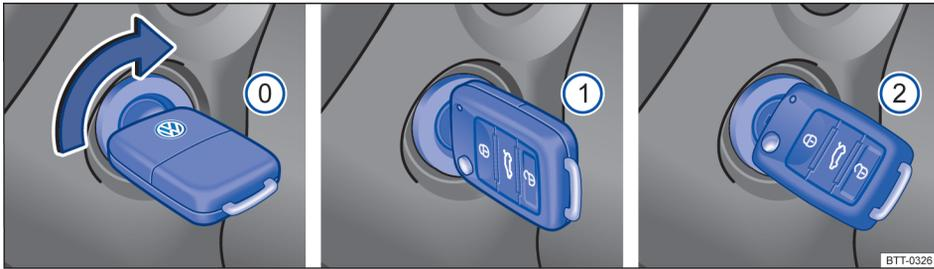

Fig. 115 Posiciones de la llave.
Llave del vehículo ⇒ fig. 115
3.	Sólo en los vehículos con motor diésel: para el precalentamiento gire la llave en la cerradura de encendido hasta la posición ⇒ fig. 115 ①. Se enciende el testigo en el cuadro de instrumentos.